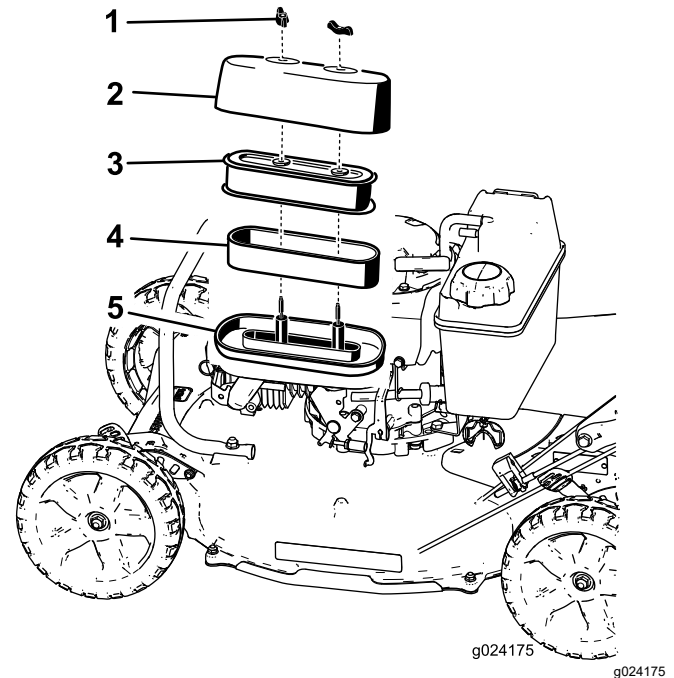

Figure 24
3. Retirez les 2 écrous de fixation du couvercle (Figure 24).
5. Déposez les éléments en mousse et en papier de la base du filtre à air (Figure 24).
6. Sortez l'élément en mousse de l'élément en papier (Figure 24).